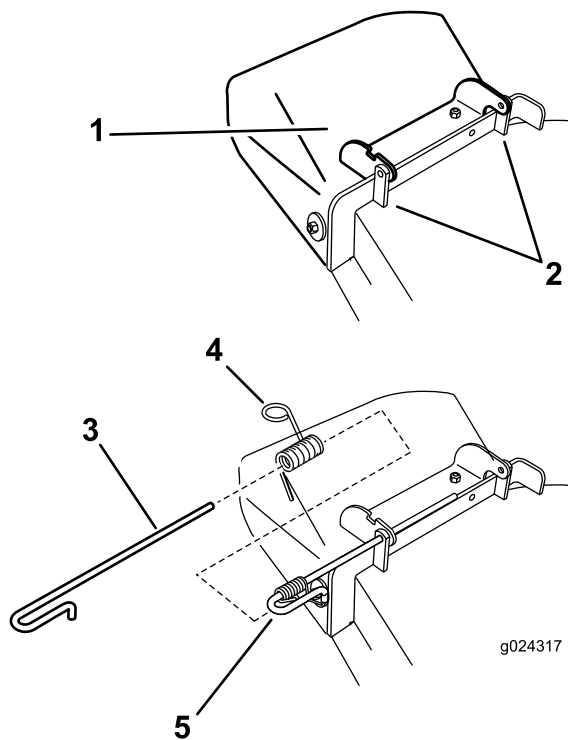

Figure 67
1. Désengagez le ressort du cran dans le support de déflecteur et sortez la tige des supports soudés du tablier, du ressort et du déflecteur d'éjection (Figure 67).
3. Positionnez le nouveau déflecteur d'éjection en plaçant les extrémités du support entre les supports soudés du tablier, comme illustré à la Figure 67.
4. Montez le ressort sur l'extrémité droite de la tige. Positionnez le ressort sur la tige comme montré à la Figure 67, de sorte que l'extrémité la plus courte du ressort sorte du dessous de la tige avant le coude et passe par-dessus la tige à son retour.